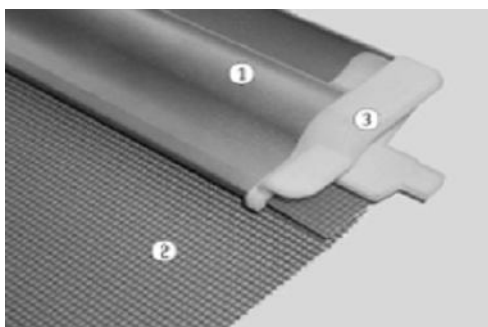

Рисунок 1.4 Ручка
Сетка (2) прикрепляется к верхнему краю ручки (1). Щетка, всовывается в нижнюю часть ручки. Ручка имеет две заглушки. (Рис. 1.4)